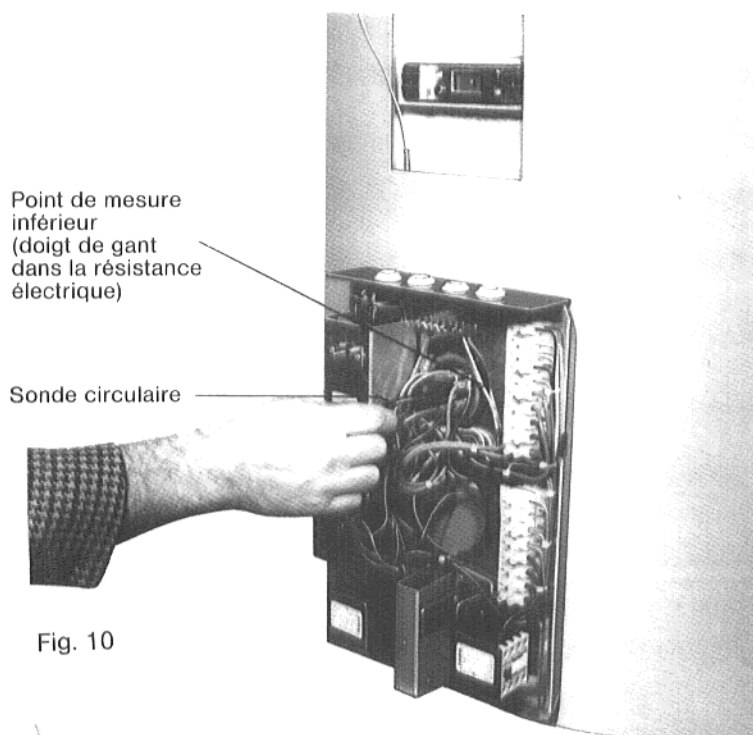

Fig. 10
16. Introduire la sonde circulaire isolée dans le doigt de gant de la résistance électrique (point de mesure inférieur); **ne pas** enlever l'isolation (Fig. 10 et 11).